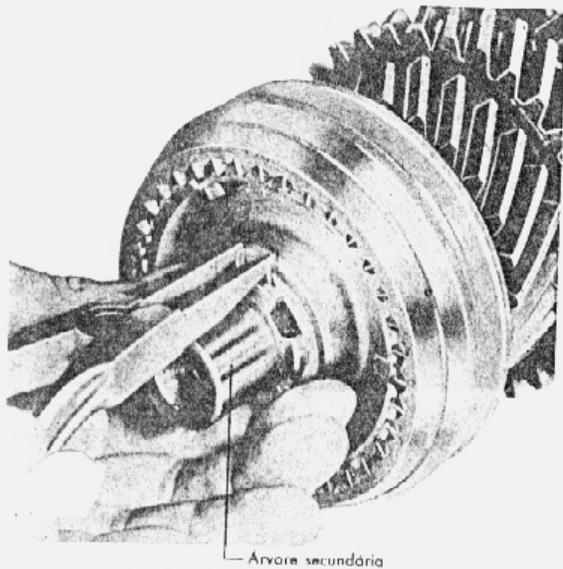

fig. 5 — remoção do anel de trava do conjunto sincronizador de 2ª e 3ª
8. Remover o anel de trava da extremidade dianteira da árvore secundária e retirar o sincronizador e a engrenagem da segunda velocidade (fig. 5).